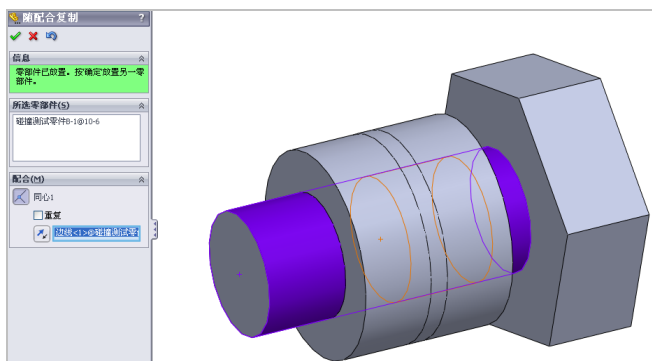

图 10-8 选择相应的对象
(3) 弹出【随配合复制】属性管理器，选择左侧的圆形零件，并选择圆柱体的合适边线，如图 10-8 所示。